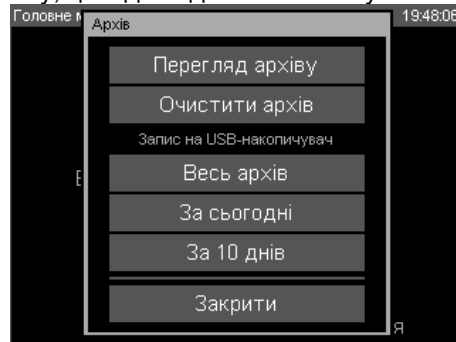

Рисунок 6.70
Відкрити архів можна з Головного меню (рисунок 6.9) натисканням кнопки «Архів». У вікні, що відкриється, (рисунок 6.70) можна виконати наступні дії:
- 3) Очистити архів, натиснувши відповідну кнопку (рисунок 6.70);